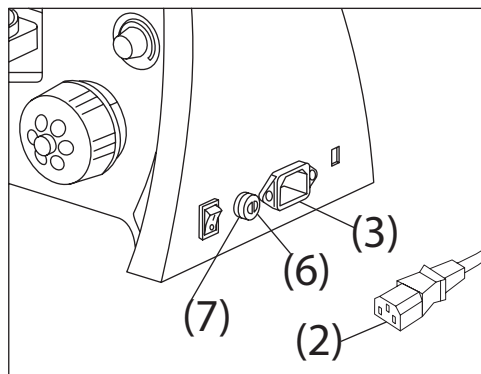

Figura 11.
b) Inserte los enchufes (2) en la toma de corriente (3) del microscopio de forma segura (Figura 11).